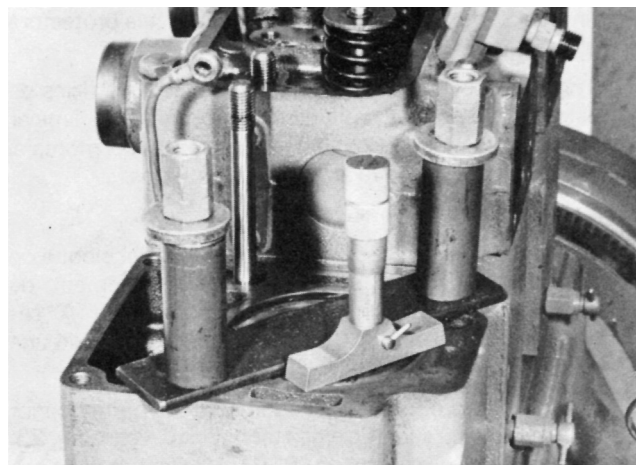
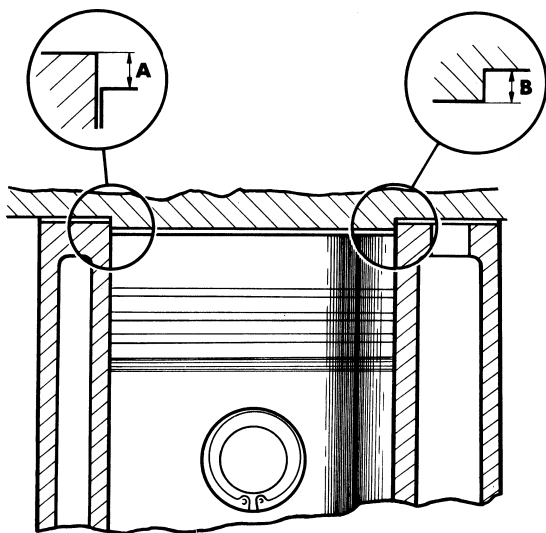
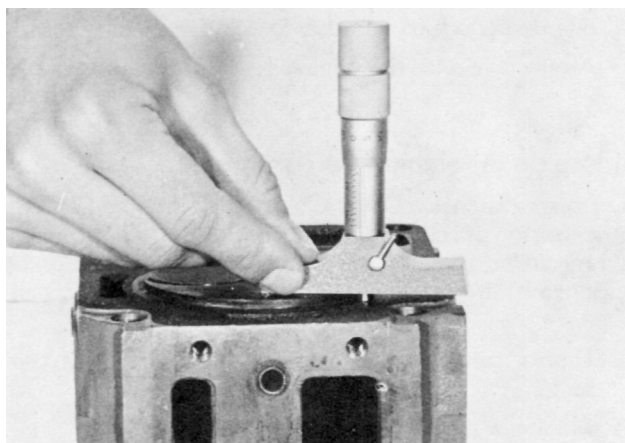

Figure 21. Fixation du bloc-cylindres et mesure de la cote « A » comme indiqué sur la figure 22.
Figure 22.
Figure 23. Mesure de la cote "B" comme indiqué sur la figure 22.
4. Bien serrer le bloc-cylindres de manière à le presser contre le carter de moteur (voir figure 21).
6. Mesurer la distance de la partie supérieure du bloc-cylindres au piston en se servant d'un comparateur à cadran et d'un micromètre de profondeur, voir figures 21 et 22. A cette cote « A », figure 22, ajouter 1,4 mm et l'on aura l'épaisseur du joint de culasse à l'état comprimé.
7. Mesurer ensuite la différence de hauteur entre la partie enfoncée de la culasse et le plan d'étanchéité comme indiqué sur la figure 23. Cette cote correspond à la cote « B » de la figure 22. De la valeur relevée « A » +1,4 mm, retrancher la cote « B ». Le résultat doit être de 0,8 à 0,9 mm. On doit s'efforcer d'avoir la valeur la plus proche possible de 0,8 mm.